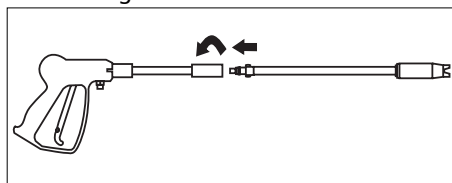

Figure 4 - Branchement de Pistolet/Lance
1. Introduire la lance dans le pistolet et tourner au sens des aiguilles d'une montre à l'arrêt positif tel qu'indiqué sur la Figure 4.